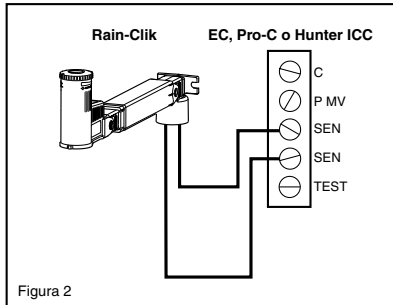

Figura 2
3. Conecte un cable al terminal etiquetado "SEN" y el otro cable al otro terminal "SEN" (Ver Figura 2).